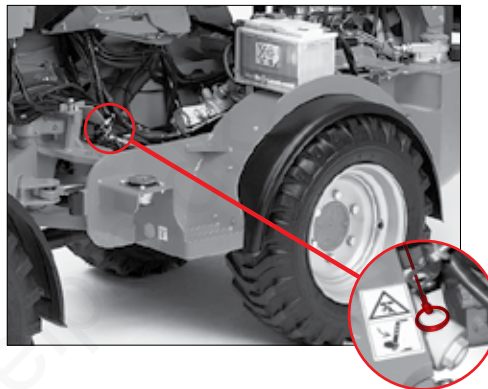

Fig. 94
1. Løsn låsen til førerpladsens sikringsstøtte ved at trække i lasken pos. 1 (Fig. 94).